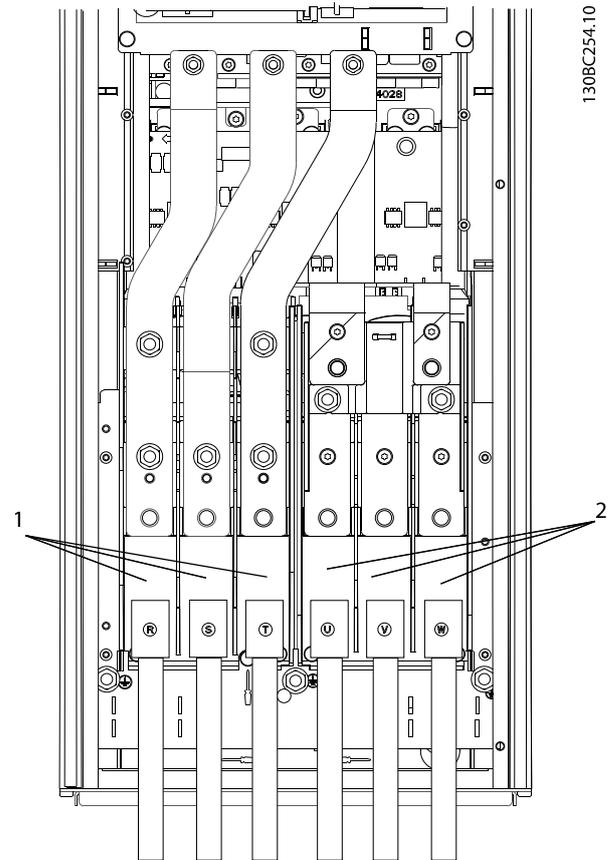

Ilustración 2.15 Conexión a la red de CA
- Conecte el cableado de alimentación de entrada trifásica de CA a los terminales L1, L2 y L3 (consulte Ilustración 2.15).